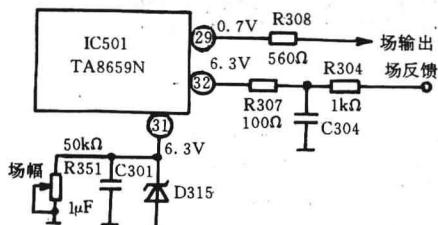

图 3 东芝 2500XH 型彩电场扫描脉冲形成电路
行场扫描振荡电路 IC 501 (如图 3)的⑨脚为场扫描脉冲输出脚,⑩脚为场锯齿波电压形成脚,利用 C 301 的充放电将产生 2VP-P场频锯齿波,⑪脚为场反馈信号输入脚。